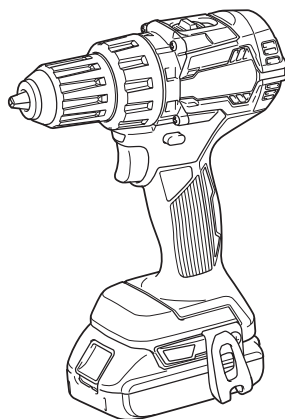

Fig.1
► Fig.1: 1. Indicator roșu 2. Buton 3. Cartușul acumulatorului